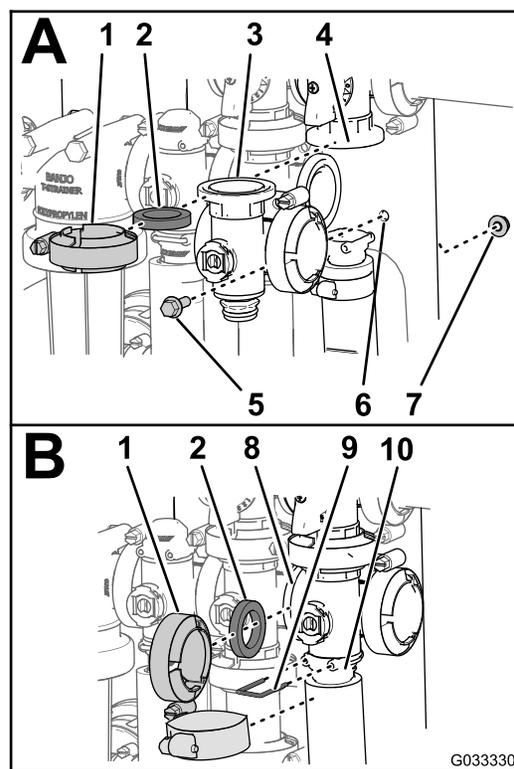

Figura 77
1. Alinhe a flange do coletor da válvula da rampa principal, uma junta e a flange da válvula de distribuição da rampa principal (A de Figura 77).
2. Monte o coletor da válvula da rampa principal, junta e válvula de distribuição da rampa principal com um grampo bem apertado à mão (A de Figura 77).
3. Alinhe a flange do coletor da válvula da rampa principal, uma junta e o coletor da válvula de agitação (B de Figura 77).
4. Monte o coletor da válvula da rampa principal, junta e coletor da válvula de agitação com um grampo bem apertado à mão (B de Figura 77).
5. Alinhe a flange do coletor da válvula da rampa principal, uma junta e a caixa da rampa principal (B de Figura 77).
6. Monte o coletor da válvula da rampa principal e tomada com um grampo bem apertado à mão (B de Figura 77).
7. Prenda a união do tampão à união de saída inserindo um retentor na união de saída (B de Figura 77).